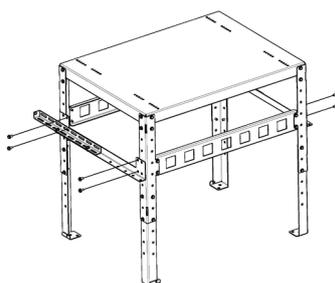

Fig. 34 - Assemblare rinforzi + prolunghie alla struttura
- Fissare anche i rinforzi + le prolunghie assemblati precedentemente (vedi **Fig. 34**).